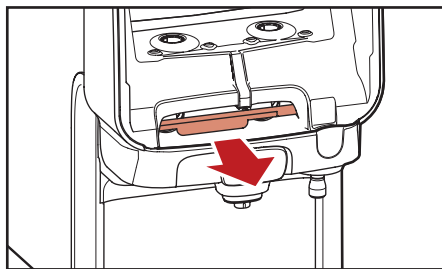

Fig. 5.3 - Trekk ut den røde utløserstangen
3. Trekk ut den røde utløserstangen for å åpne utløpsrommet (fig. 5.3).
- a. Trekk ut den røde utløserstangen for å åpne utløpsrommet (fig. 5.3).